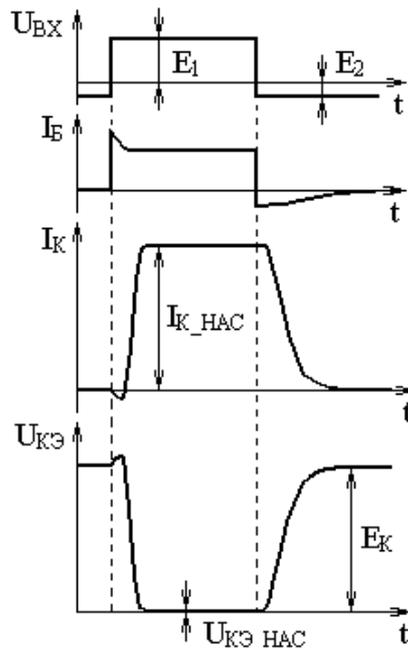

Рисунок 13.3 – Переходные процессы в ключе на биполярном транзисторе
На рис. 13.3 приведены временные диаграммы переходных процессов в ключе на БТ. Цикл переключения принято делить на этапы: 1) задержка включения; 2) включение; 3) задержка выключения; 4) выключение.
13.5.7 Копировать в отчет (с использованием команды Copy as bitmap) осциллограммы  $U_{ВХ}(t)$ ,  $U_{КЭ}(t)$ ,  $I_B(t)$ ,  $I_K(t)$ . Для регистрации  $I_B(t)$  и  $I_K(t)$  канал В осциллографа подключать к источникам напряжения, управляемым током базы  $I_B$  и током коллектора  $I_K$ , соответственно. Осциллограммы оформить аналогично рис. 13.3.